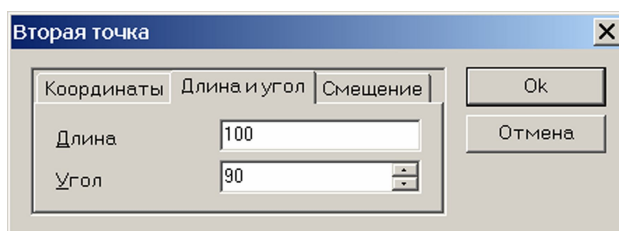

Рис. 5.2.3. Диалоговое окно **Вторая точка**
- на вкладке **Длина и угол** открывшегося диалогового окна **Вторая точка** (рис. 5.2.3) задать длину создаваемого отрезка и угол его наклона относительно горизонтальной оси.